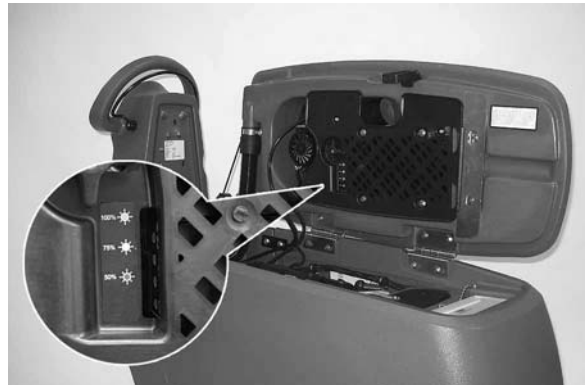

FIG. 34
- Impostare i tasti del profilo secondo la tabella di configurazione del tasto (Fig. 34). Durante l'operazione di impostazione il cavo del caricabatteria deve essere scollegato dalla presa di corrente.